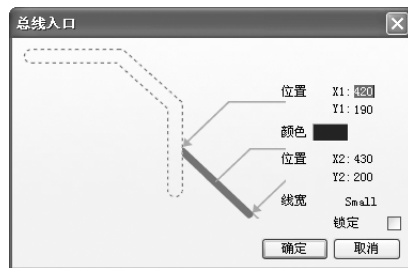

图 3-9 “总线入口”对话框
- 3) 设置总线入口的属性。在放置总线入口分支线的过程中，用户可以对总线入口分支线的属性进行设置。双击总线入口或在光标处于放置总线入口的状态时按〈Tab〉键，弹出如图 3-9 所示的“总线入口”对话框，在该对话框中可以对总线分支线的属性进行设置。